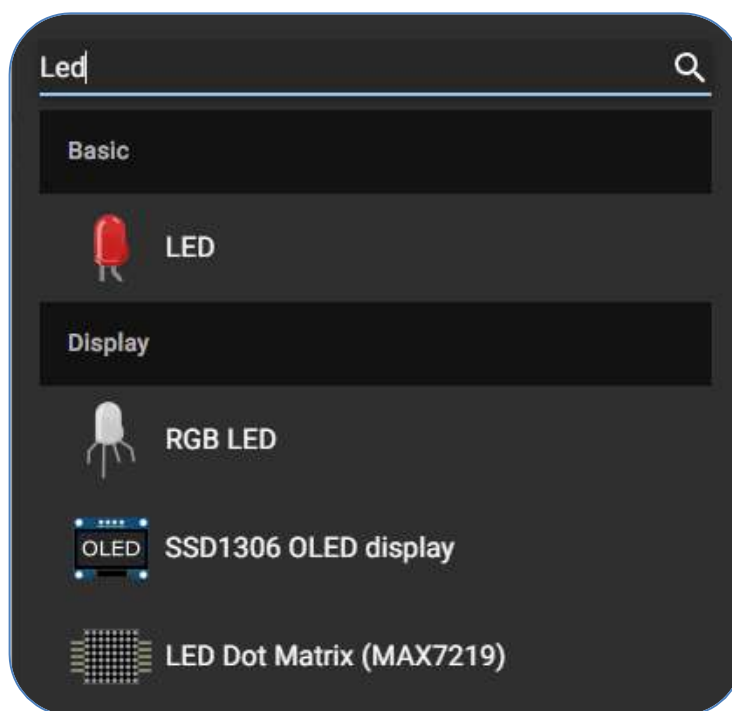

Рис. 1.6. Список доступних електронних компонентів
- б. У меню оберіть світлодіод «LED» із переліку базових компонентів (рис. 1.6).